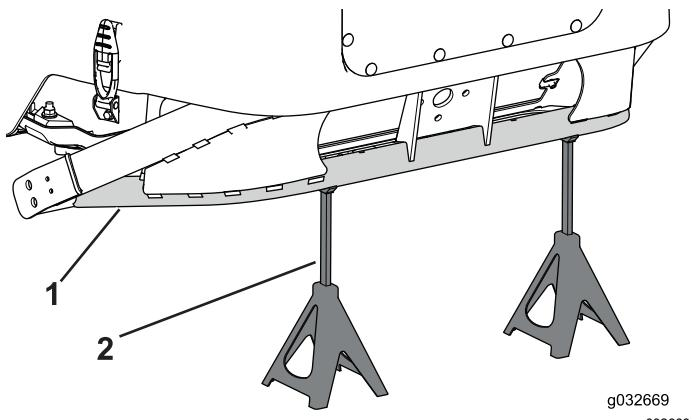

Рисунок 85
- Установите 2 подъемные опоры под заднюю часть рамы для поддержки машины при подъеме ее передней части (Рисунок 85).